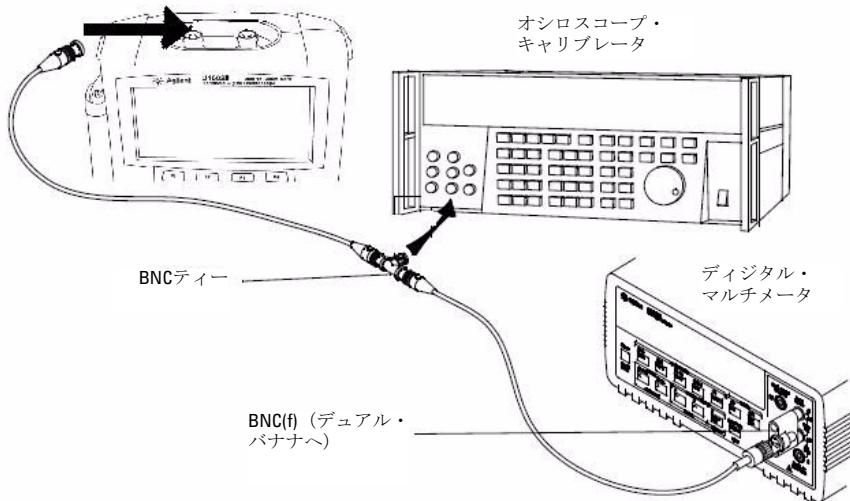

図7-1 キャリブレータから測定器／デジタル・マルチメータへのテスト接続
- 3 図7-1のように、BNC ティーとケーブルを使って、キャリブレータ／電源を測定器とマルチメータに接続します。